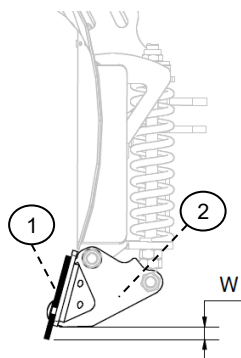

Abb. 16
Der Verschleiß der Schürfleisten muss täglich überprüft werden. Dieser wird durch viele Faktoren beeinflusst, wie zum Beispiel Räumgeschwindigkeit, Untergrund, Anstellwinkel, Stützteller und Einstellung der Schwimmstellungen. Deshalb ist es wichtig darauf zu achten, dass der Abstand $W \geq 10 \text{ mm}$ zwischen der Unterkante der Schürfleisten (1) und der Unterkante des Schürfleistenhalters (2) aufrechterhalten wird (siehe Abb. 16).